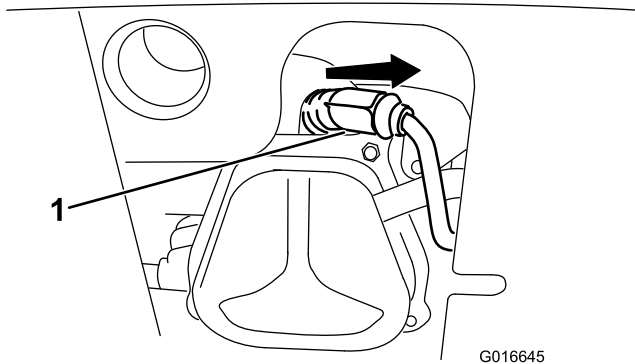

Figure 35
1. Enlevez le capuchon (Figure 35).